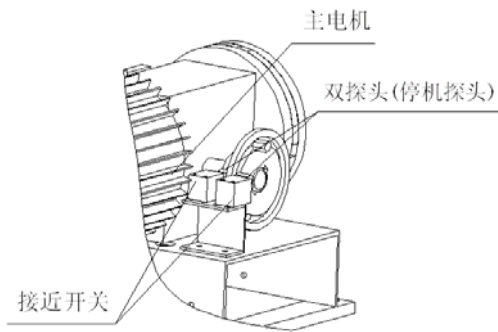

图 2-16
③. 当两接近开关感应到如图 2-16 所示停机探头时，主电机停转。